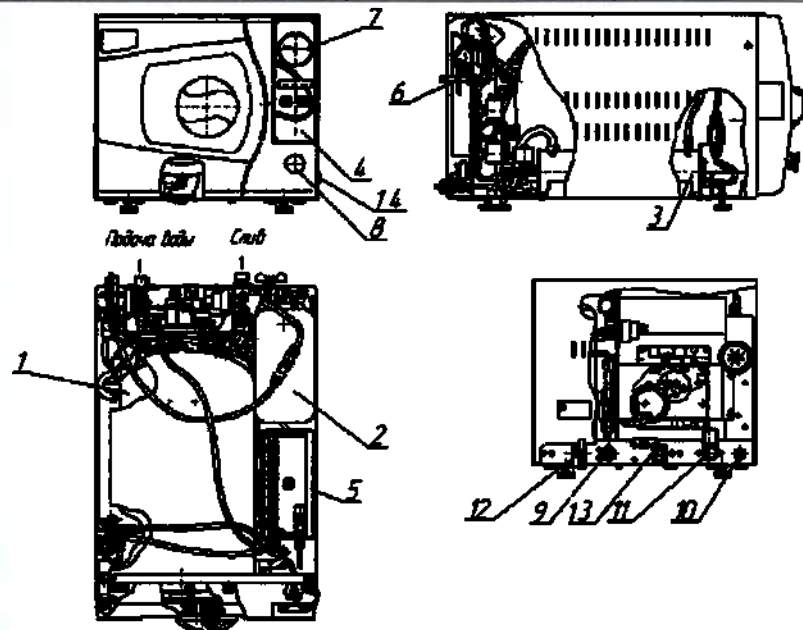

Рисунок 1 – Внешний вид стерилизатора парового ГКа-25-ПЗ в варианте исполнения КИУС.942711.004-04.
1.5.1 Основными сборочными единицами стерилизатора являются (см. рисунок 1): стерилизационная камера 1, парогенератор 2, конденсатор 3, блок управления 4, бачок для воды 5.
1.5.2 Стерилизационная камера имеет цилиндрическую форму. Стерилизационная камера и парогенератор (см. рисунок 1) выполнены из коррозионностойкой стали. На задней стенке стерилизатора находится штуцер слива воды из бачка для воды. На верхней крышке корпуса стерилизатора расположены отверстия для заливки дистиллированной воды в парогенератор и проверки работы предохранительного клапана. На задней стенке корпуса стерилизатора расположен сливной вентиль парогенератора. Сливной вентиль должен находиться в положении «закрыто». При транспортировании, хранении и т.п. необходимо открыть сливной штуцер, вентиль и слить воду из бачка для воды, парогенератора.
Мановакуумметр (см. рисунок 1) предназначен для визуального контроля давления в стерилизационной камере.
1.5.9 Фильтр бактериальной очистки (см. рисунок 1) предназначен для очистки атмосферного воздуха, поступающего в стерилизационную камеру на этапе выравнивания давления.
2.2.9 Подключить стерилизатор к сети. Перед подключением стерилизатора к питающей сети убедиться в том, что напряжение сети питания соответствует указанному в руководстве по эксплуатации и розетка питания имеет заземляющий контакт. Включить сетевой выключатель (поз. 14, рисунок 1).